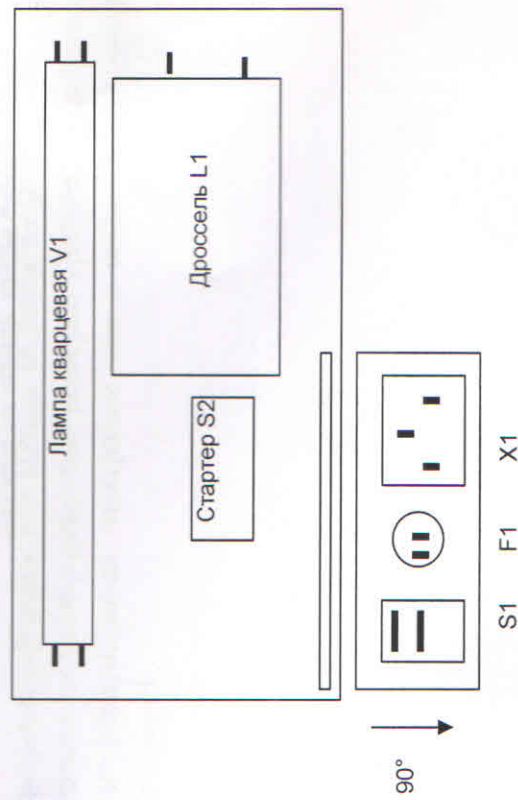

Рис.3 Схема расположения элементов
- 5.4. Схема расположения элементов (рис. 3).